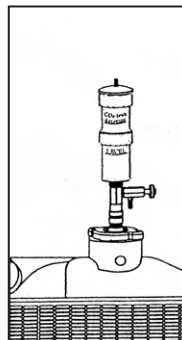

Fig. 4
6. Følg fremgangsmåden som beskrives i fig. 4, dog uden at pumpe luft med gummiblæseren. Lad dampen komme automatisk ud fra køleren for efterfølgende at blandes med indikeringsvæsken.